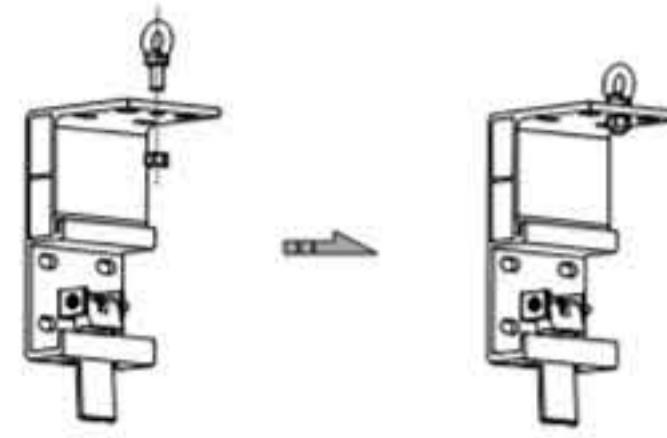

图10
2、将吊环穿入安装挂件的吊环孔，通过拧紧螺母将吊环固定在安装架上；（如图10）将安装架扣入投影幕；使用安全扣将拉爆顶钩和吊环连接起来成吊挂，也据天花顶的高度，采用链条或钢丝绳等连接拉爆顶钩与安全扣，调整投影幕的吊挂高度。（如图11-12）